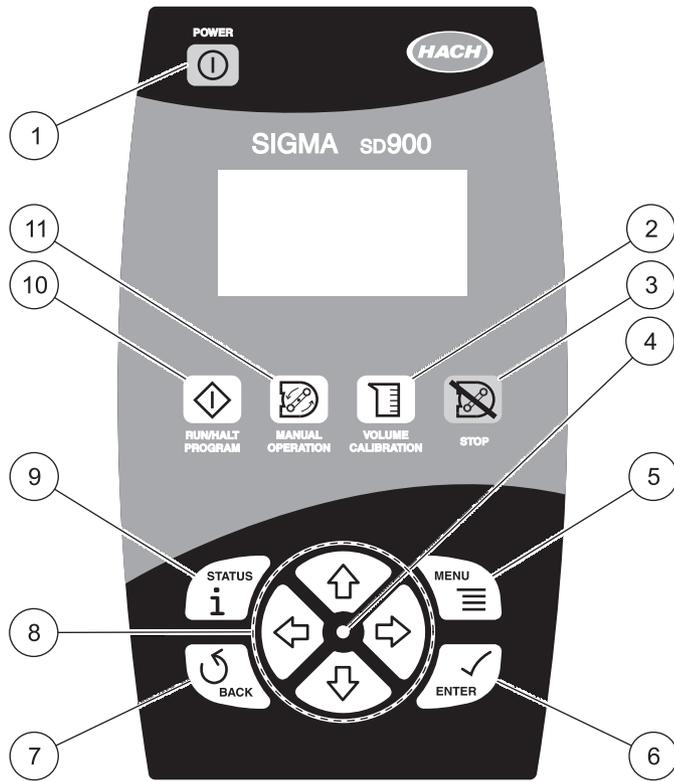

图 18 SD900 键盘
**接通电源：** 按 POWER (图 18)。LED 灯闪烁。
键盘及其说明详见图 18。